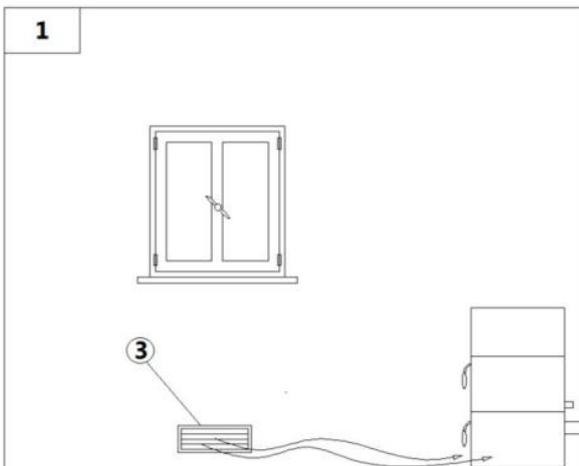
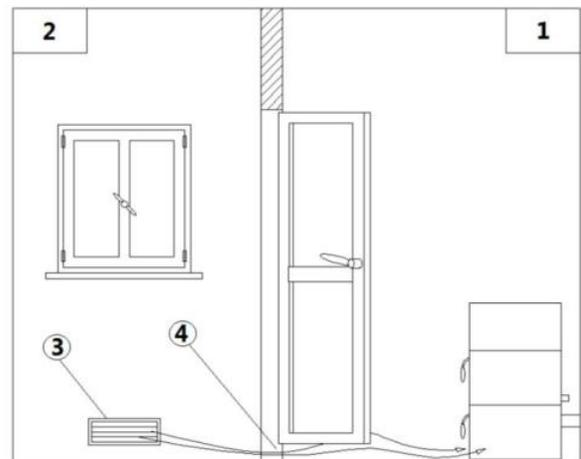

Fig. 9 - Afflusso d'aria diretta
Fig. 10 - Afflusso d'aria indiretta
**LEGENDA** Fig. 9 a pag. 14 - Fig. 10 a pag. 14
- L'afflusso dell'aria tra l'esterno ed il locale può avvenire per via diretta, tramite apertura su parete esterna del locale ( vedi **Fig. 9 a pag. 14**); oppure per via indiretta, mediante prelievo dell'aria da locali attigui a quello da ventilare (vedi **Fig. 10 a pag. 14**).